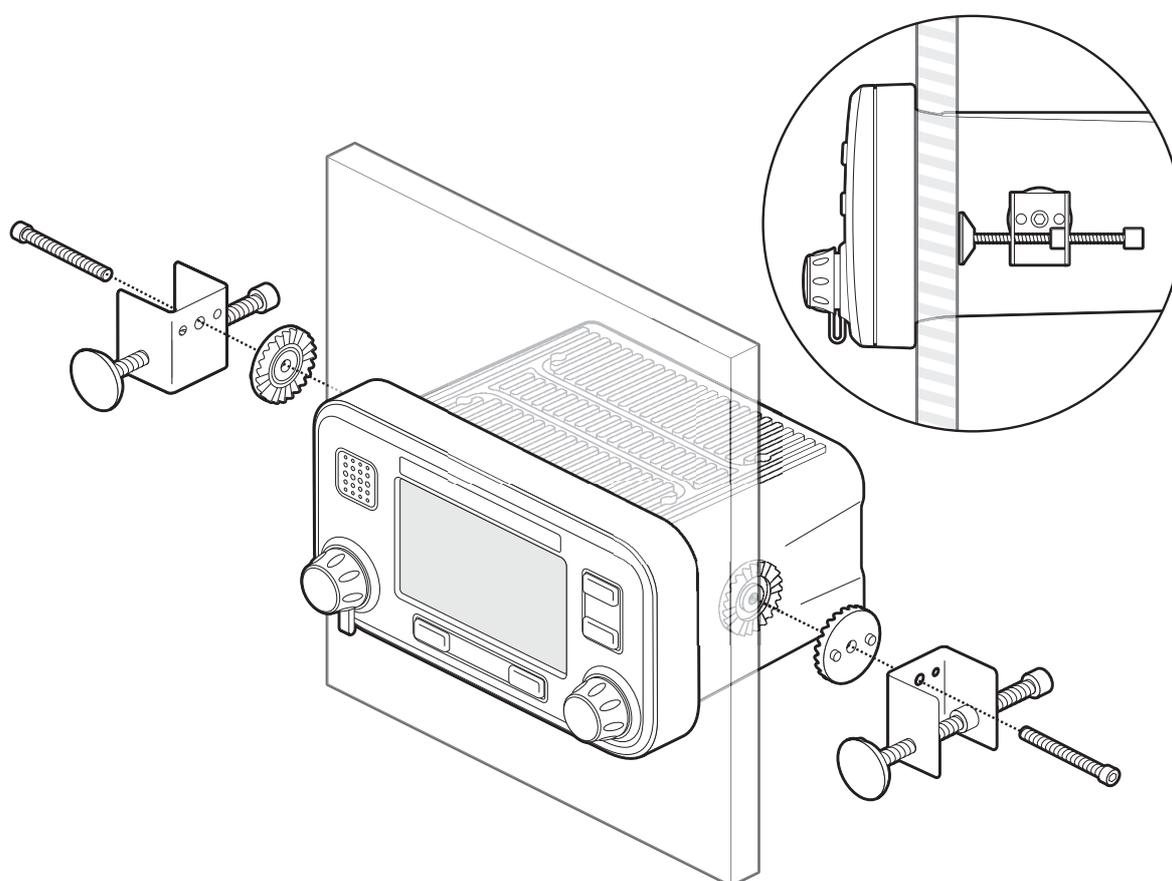

Figure 36 Montage encastré de l'émetteur SIA
- L'émetteur est fourni avec des brides de fixation pour un encastrement à travers un tableau de bord. Veuillez consulter Figure 36 pour plus d'informations. L'accès derrière le panneau est nécessaire lorsqu'on utilise cette option d'installation.